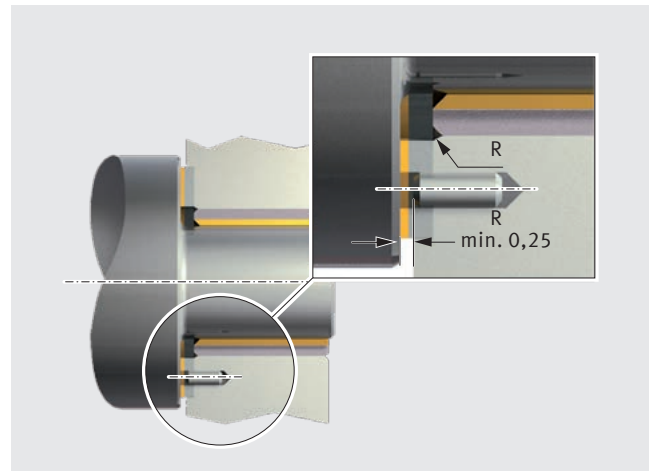

Fig. 42: Fissaggio di una rosetta di spallamento PAW in una rientranza della scatola
- Il posizionamento concentrico viene garantito tramite una rientranza nella scatola (fig. 42)
- La rotazione indesiderata viene impedita tramite spina di registro o vite a testa svasata (fig. 42 e 43)
- La testa della vite o la spina di registro deve essere rientrata di almeno 0,25 mm rispetto alla superficie di scorrimento (fig. 42 e 43).
- bloccare in posizione ricorrendo a diverse spine di registro o viti (fig. 42).